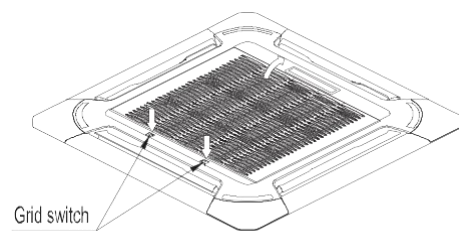

Fig.1-7
- Schieben Sie zwei Gitterhebel gleichzeitig zur Mitte hin und ziehen es dann hoch (siehe Abb.1-7)